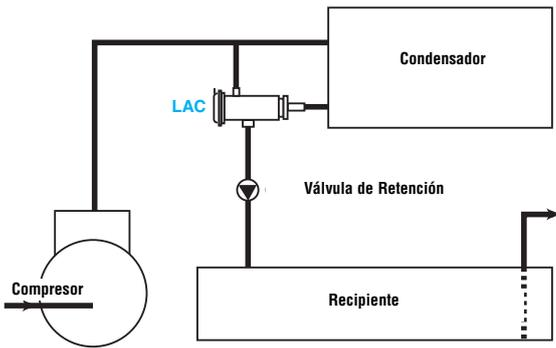

Figura 1
Las figuras 1, 2 y 3 son diagramas esquemáticos de tubería solamente para ilustrar la localización general de las válvulas reguladoras de presión de condensador arriba listadas. La figura 1 incluye una válvula de retención (check) auxiliar entre la LAC y el recipiente. En este caso la válvula de retención es necesaria para evitar la migración de refrigerante desde el recipiente, que está un poco caliente, hacia el condensador que está frío durante el ciclo de apagado. Deben seguirse las prácticas de tubería de la industria para evitar la acumulación de líquido en la cabeza del compresor cuando el sistema está apagado.
Las válvulas (O)LDR, XTM y XTO se instalan entre el recipiente y el tubo principal de líquido. La DDR-20 se localiza en la línea de descarga antes del condensador. La figura 1 es un diagrama esquemático para ilustrar la localización general de las válvulas (O)LDR, XTM, XTO y DDR-20 en el sistema.